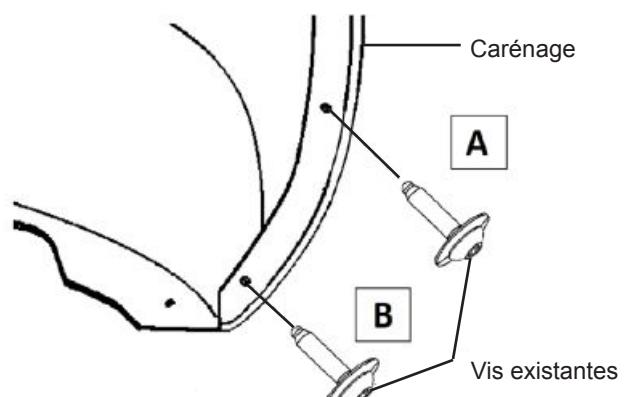

Figure 2
2. Monter les bavettes garde-boue et reposer les vis existantes aux emplacements **A** et **B**, et serrer tout en tenant la pièce vers le haut et dans le carénage frontal. Voir la **Figure 2** pour le côté gauche et la **Figure 4** pour le côté droit.
4. Tirer légèrement la bavette garde-boue de l'emplacement **C**, puis poser l'écrou en U sur le trou percé en orientant vers le haut la partie filetée du côté intérieur du panneau pour le côté gauche (voir la **Figure 2**) et vers le haut sur le dessus du panneau pour le côté droit (voir la **Figure 4**).